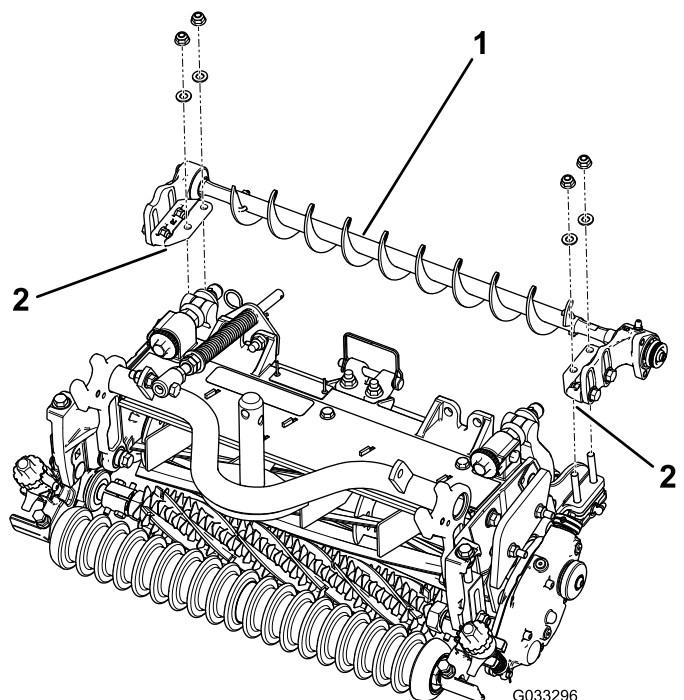

Figura 5
2. Posizionate le staffe di montaggio del gruppo spazzola per rullo di sinistra o destra sui bulloni della staffa del rullo (Figura 5).